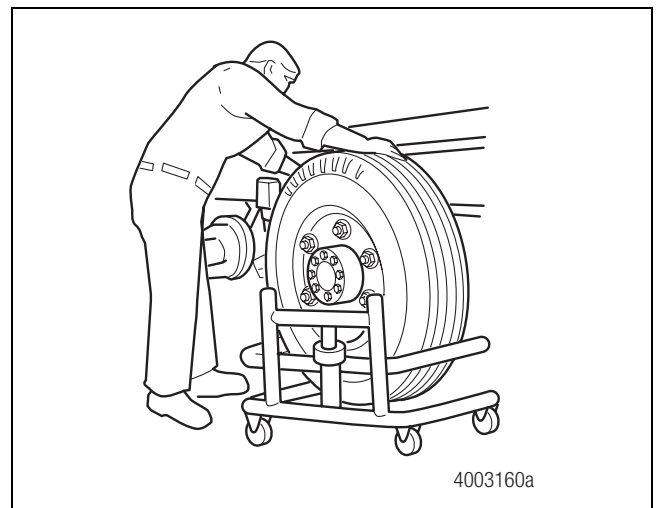

Figura 3.2
4. Desmonte el conjunto del neumático y rueda, con ayuda de los procedimientos especificados por el fabricante de la rueda. Figura 3.2.